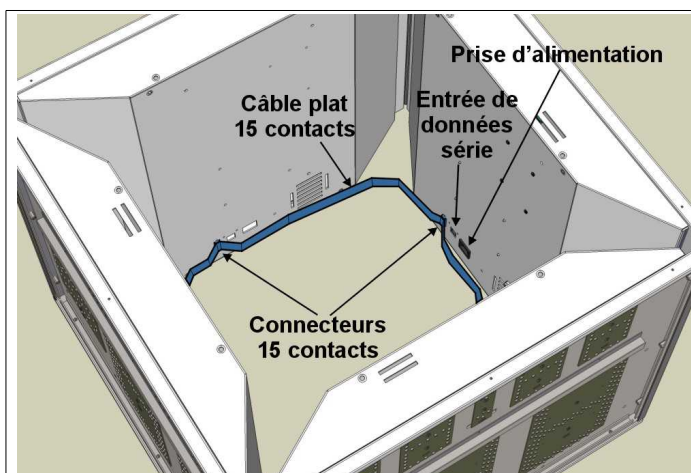
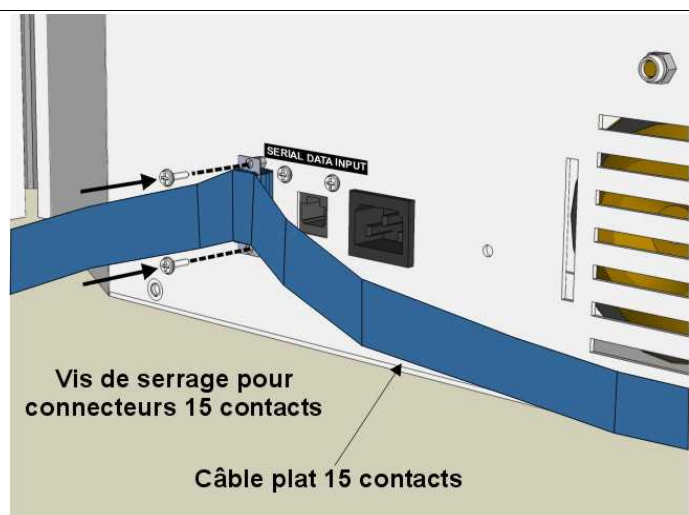

Fig. 6: Câble de connexion
Fig. 7: Serrage du câble plat
Après avoir assemblé les modules d'un tableau, il est possible d'effectuer la connexion électrique de ces derniers. Au verso des modules du tableau sont montés les connecteurs suivants (Fig. 6, Fig. 7):
1. Branchez un connecteur mâle intermédiaire (non terminal) du câble plat (Fig. 6, Fig. 7) sur le connecteur femelle 15 contacts du module équipé de prise d'alimentation.
3. Serrez les connecteurs 15 contacts branchés aux différents modules avec les vis de serrage (Fig. 7).